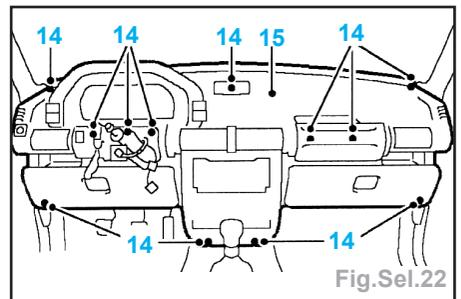

Fig.Sel.22
- Déposer les 12 boulons (14) maintenant le tableau de bord (Fig.Sel.22).
- Avec un aide, déposer le tableau (15) de bord.